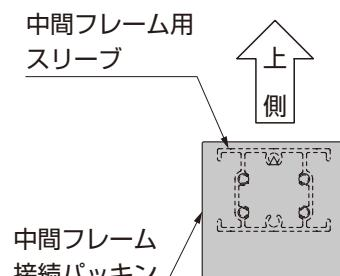

図1-5
②中間フレーム接続パッキンを下穴に合わせてフレームに貼付けてください。(図1-5参照)